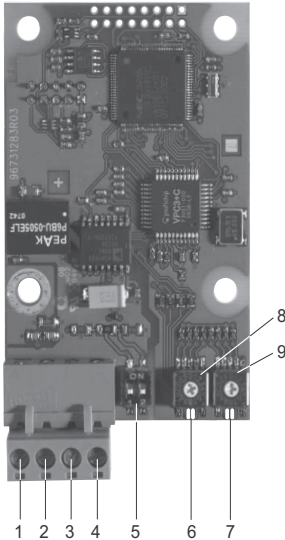

Fig. 1 Modulo Profibus CIM 1XX
L'alimentatore, pos. 4, fig. 1, deve essere utilizzato soltanto per la terminazione esterna.